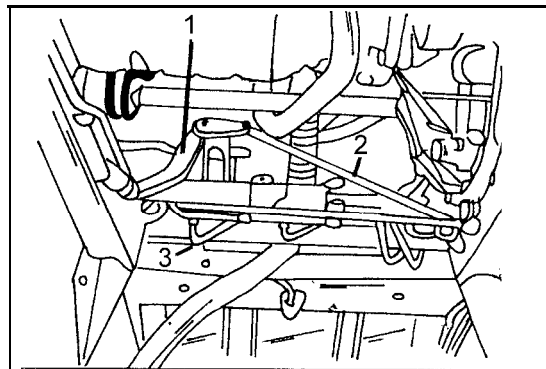

Bild 300
- Die beiden Versteifungen (1) und (2) in Bild 300 von der Vorderachse abschrauben. An der Unterseite der Lenkung die Ausgleichsleitung (3) abschrauben.
- Die Ausgleichsleitung (3) in Bild 300 auf der rechten Seite der Lenkung anschrauben.
- Die beiden Versteifungen an der Vorderachse anschrauben (siehe Bild 300).